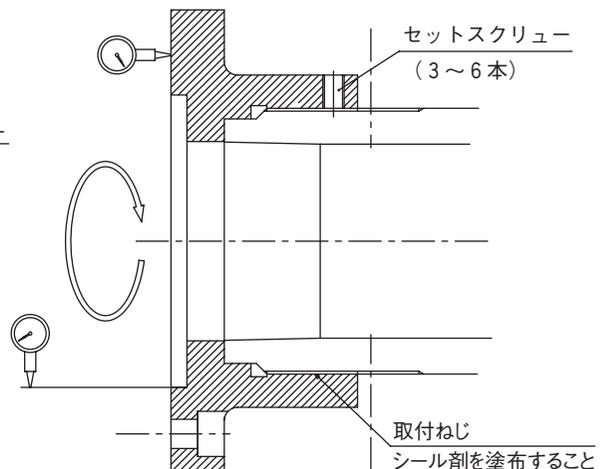

図9 シリンダアダプタの振れ測定
- シリンダアダプタの面振れ及びインローの振れは0.005mm以下にして取付ること。(図9)
- シリンダアダプタの緩み止めのセットスクリューを必ず設けてください。(図9)